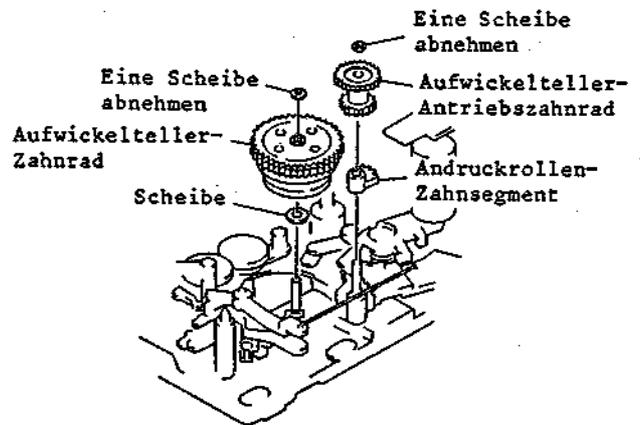

Abb. 2-73 Ausbau des Aufwickelteller-Zahnrades, Aufwickelteller-Antriebszahnrad und Andruckrollen-Zahnsegments
3-25 Ausbau des Aufwickelteller-Zahnrades, Aufwickelteller-Antriebszahnrad und Andruckrollen-Zahnsegments (Abb. 2-73)
2. Eine (1) Scheibe abnehmen und das Aufwickelteller-Antriebszahnrad sowie das Andruckrollen-Zahnsegment aus dem Chassis ziehen (siehe Abb. 2-73).
3. Eine (1) Scheibe abnehmen und das Aufwickelteller-Zahnrad herausziehen.